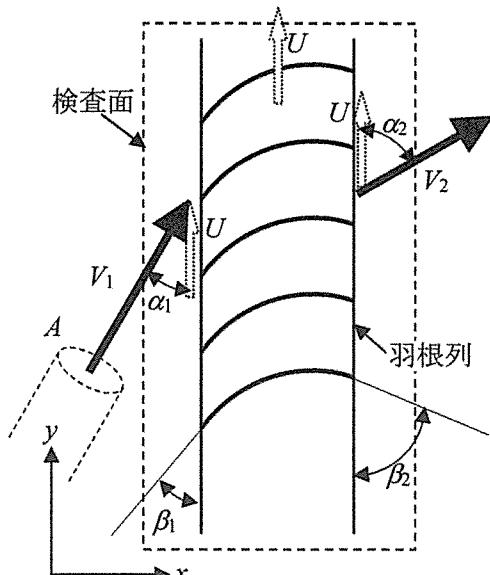

図 1
- (1) 運動量の法則を用いることにより, 空気噴流が羽根列に及ぼす力の上下方向成分  $F_T$  (上向きを正とする) を求め,  $A, V_1, V_2, \alpha_1, \alpha_2, \rho$  を用いて示せ。
- (2) 空気噴流が羽根列に対して単位時間に行う仕事 (仕事率)  $P$  は, 単位時間に空気噴流が失うエネルギーに等しい。仕事率  $P$  を求め,  $A, V_1, V_2, \rho$  を用いて示せ。
- (3) 羽根列の運動速度  $U$  を  $F_T$  と  $P$  を用いて示せ。
- (4) 図 1 に示す通り, 羽根列の羽根角度は, 羽根列の入口と出口においてそれぞれ  $\beta_1, \beta_2$  と定義されている。羽根列の入口と出口において, 運動している羽根列に対する空気噴流の相対流れが, 羽根角度  $\beta_1, \beta_2$  と同一の方向となる。羽根角度  $\beta_1, \beta_2$  を  $V_1, V_2, \alpha_1, \alpha_2, U$  を用いて示せ。ただし, 羽根列の運動速度  $U$  は以下の条件を満足する。